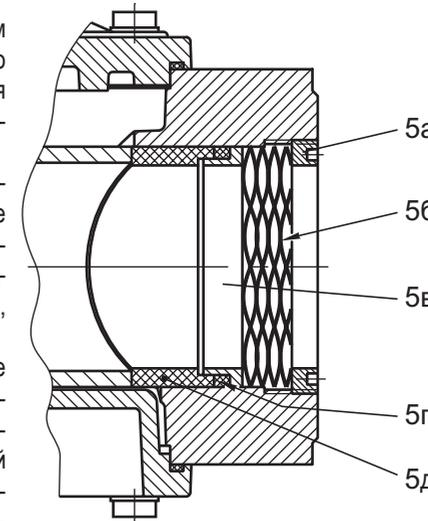

Рис. 5
4.4.3 Регулировка пропуски газа (рис. 5).